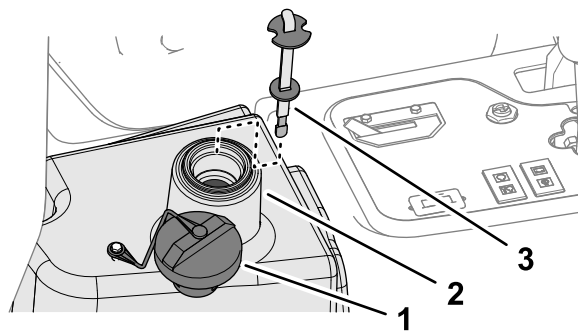

図 91
2. 油圧オイルタンクの注油口周辺をきれいに拭き、キャップ 図 91 を外す。